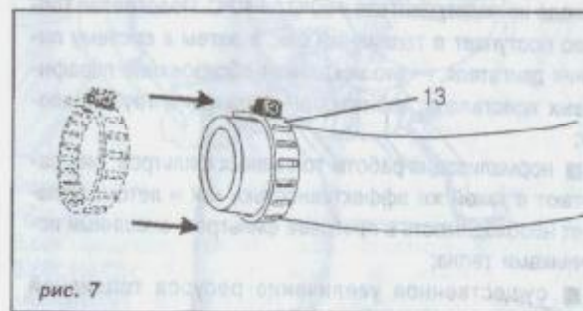

рис. 7
6. Надеть на рукава, поставляемые в комплекте, по два червячных хомута поз.13 (рис. 7).